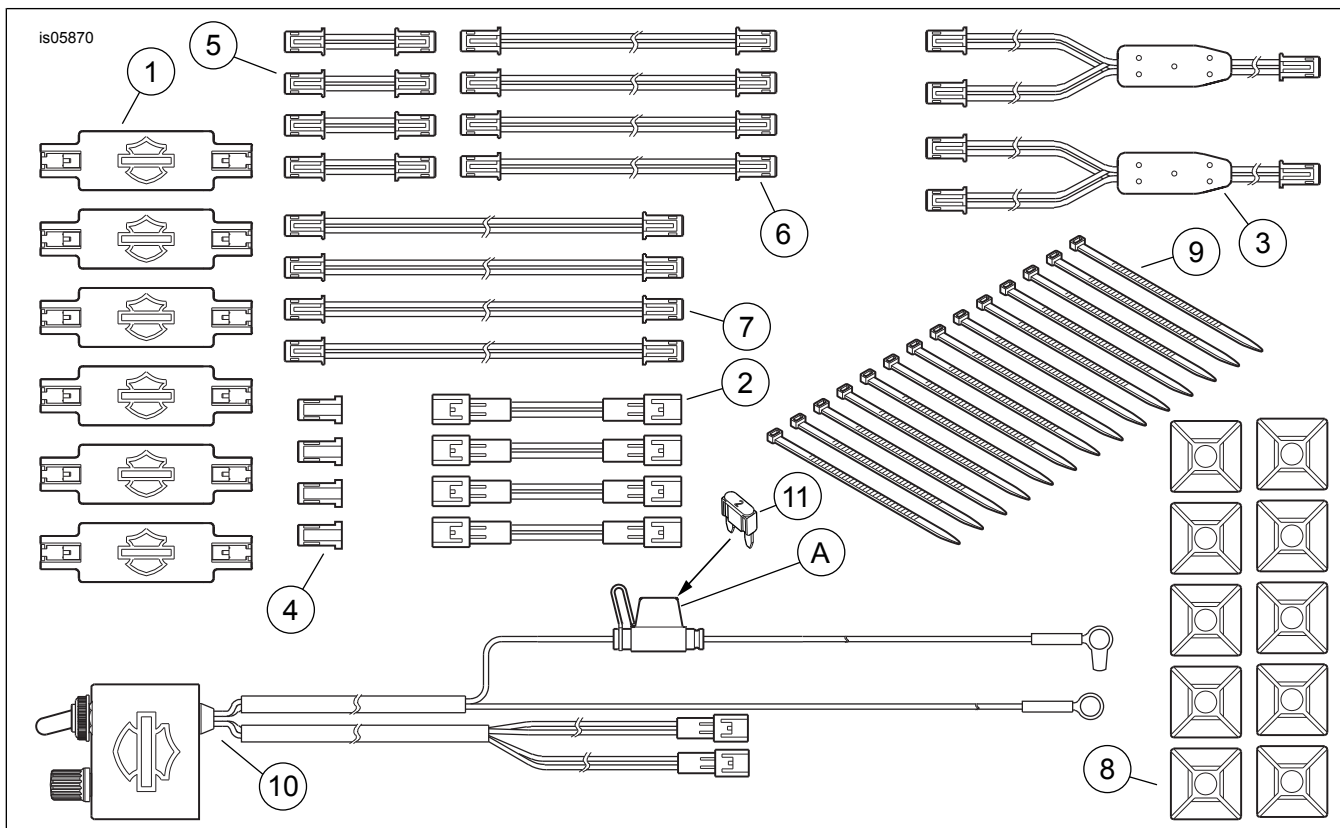
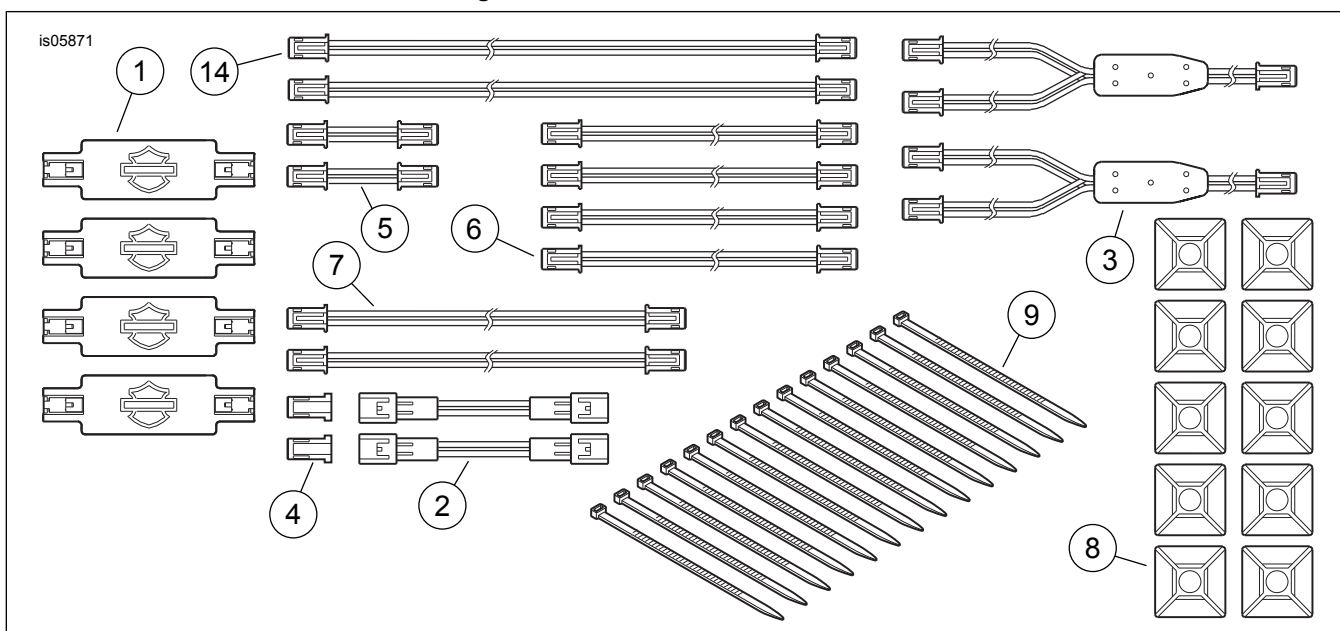

Abbildung 2. Ersatzteile, Electra-Glo-Lichtsockelsätze
Abbildung 3. Ersatzteile, Electra-Glo-Lichtsockelverlängerungssätze
Siehe Abbildung 2, Abbildung 3 und Tabelle 3.
1. Siehe Abbildung 2. Die Reglerbox (10) auf eine flache Oberfläche positionieren, so dass die roten (+) und schwarzen (-) Kabel die Batteriepole erreichen können und der Fahrer (bei geparktem Fahrzeug) Zugriff auf die Bedienelemente und, falls erforderlich, den Sicherungshalter (A) hat.